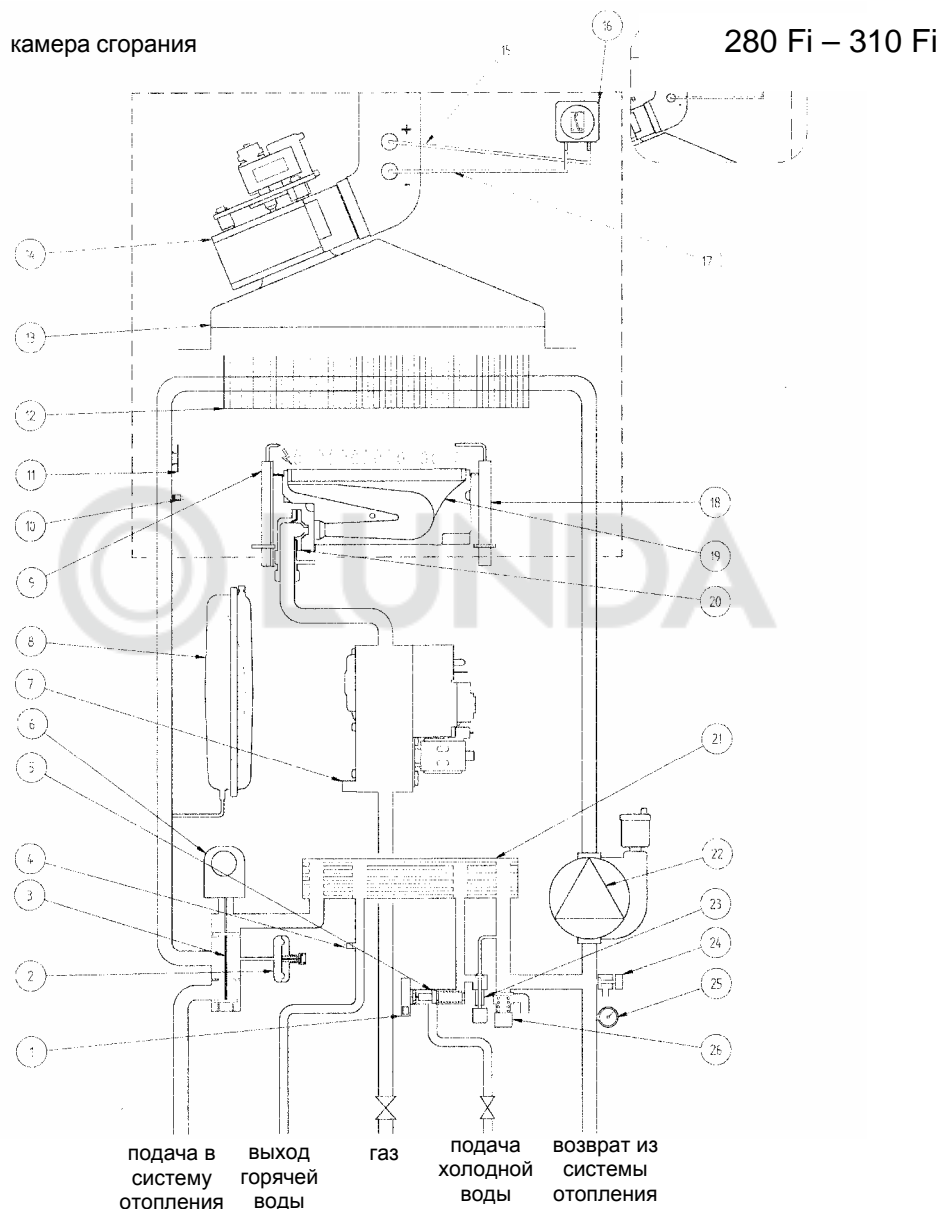

Рис. 24
**Примечание:** В случае поломки датчика температуры NTC системы ГВС (поз. 5 - рис. 24 - 25) производство горячей санитарной воды, тем не менее, продолжается. В этом случае контроль температуры осуществляется посредством датчика на подаче.